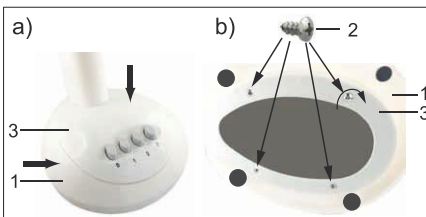

Fig.97: Montering av basen
1. Placera sockeln (3) med motorblocket och tryckknapparna för in ställning av luftflödet i basen (1), bild 97, a).
2. Vänd på basen med sockeln monterad så att du ser sockelns och basens undersida, bild 97, b).
3. Skruva fast stjärnskruvarna (2) medsols i basen.